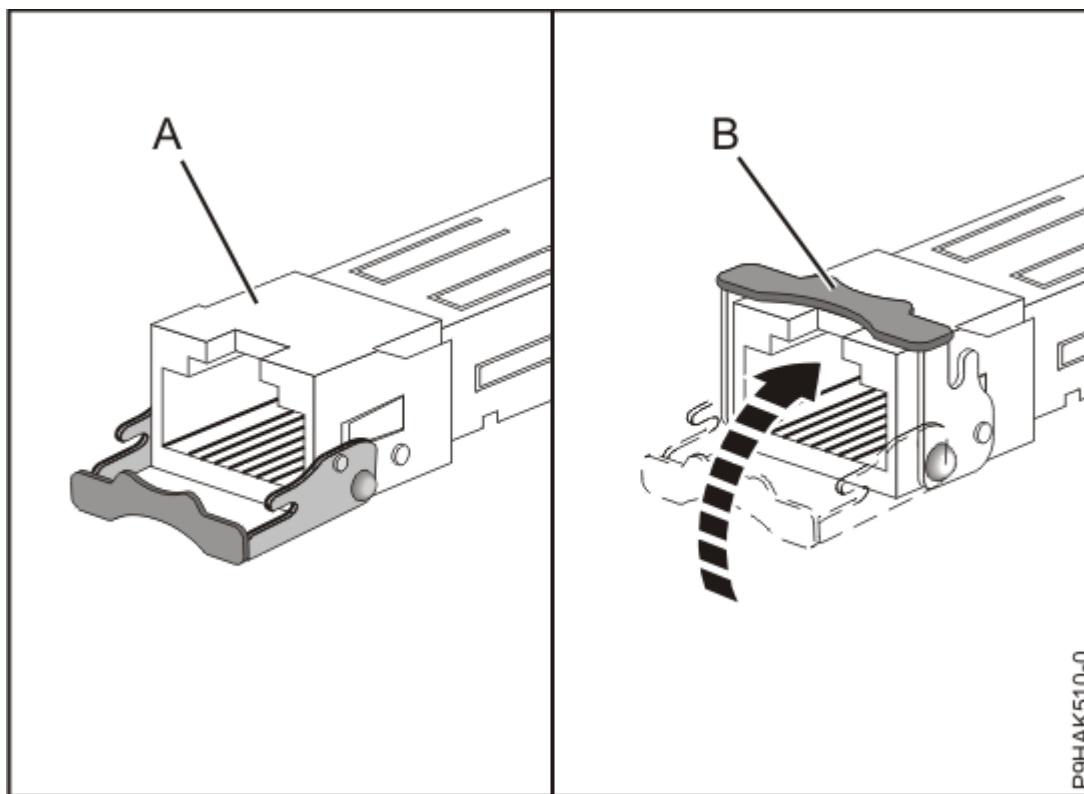

図 40. アダプターでの SFP トランシーバーの取り替え
- c) 57 ページの図 40 に示すように、ラッチ **(B)** をオープン position にして、上向きに回転させてラッチをカードに向かって押します。